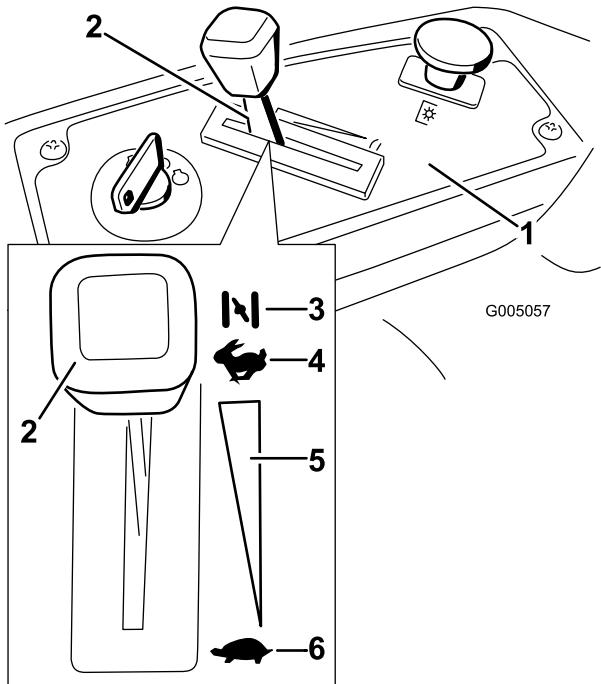

Bild 12
3. Stellen Sie den Gasbedienungshebel auf Choke (Bild 12), bevor Sie einen kalten Motor anlassen.
5. Schieben Sie den Gasbedienungshebel, sobald der Motor angesprungen ist, auf Schnell (Bild 12). Stellen Sie, wenn der Motor aussetzt oder unregelmäßig läuft, den Gasbedienungshebel für ein paar Sekunden wieder zurück auf Choke. Wiederholen Sie diesen Vorgang nach Bedarf.
- Stellen Sie den Zündschlüssel auf Aus“ (Bild 12) und ziehen Sie ihn ab.